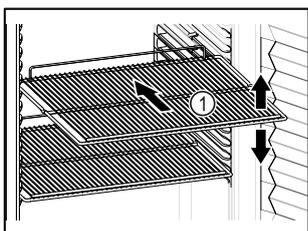

Fig. 71 Beispielhafte Darstellung
- ❑ Wenn Abstellroste Fig. 71 (1) versetzbar sind, je nach Höhe anpassen.